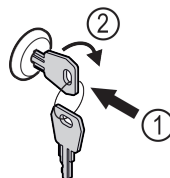

Fig. 67
- Sleutel erin duwen Fig. 67 (1).
- Sleutel 90° rechtsom draaien Fig. 67 (2).